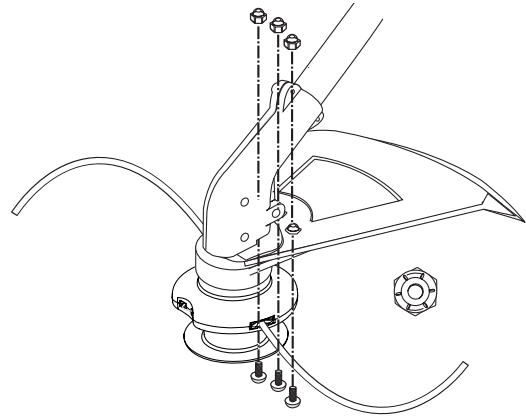

Fig. 5
2. Coloque uno de los tres (3) provistos contratuera hexagonal en uno de los tres orificios cóncavos de la parte superior del protector accesorio de corte (Fig. 5).
3. Instale un tornillo en el orificio de la base del protector accesorio de corte. Atorníllelo en la tuerca instalada en el paso 2 (Fig. 5). No lo ajuste.